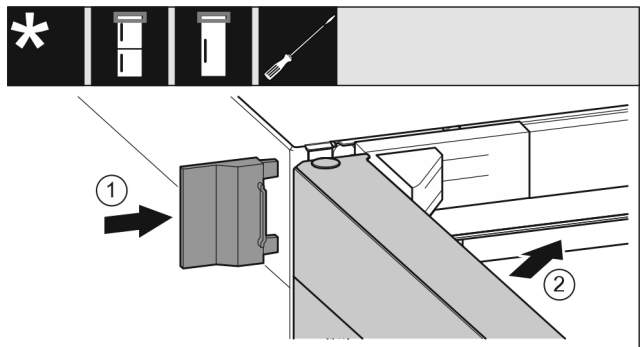

Fig. 43
- Äußere Abdeckung Fig. 43 (1) aufschieben.
- Obere Tür Fig. 43 (2) schließen.